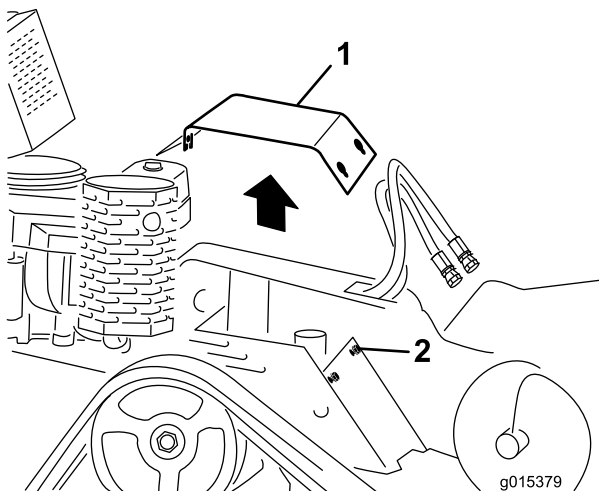

Figure 25
3. Desserrez les 3 boulons qui fixent la plaque de protection au châssis l'un après l'autre jusqu'à ce que la plaque se détache (Figure 25).
2. Glissez la plaque de protection en place et fixez-la avec les 3 boulons retirés précédemment (Figure 25).